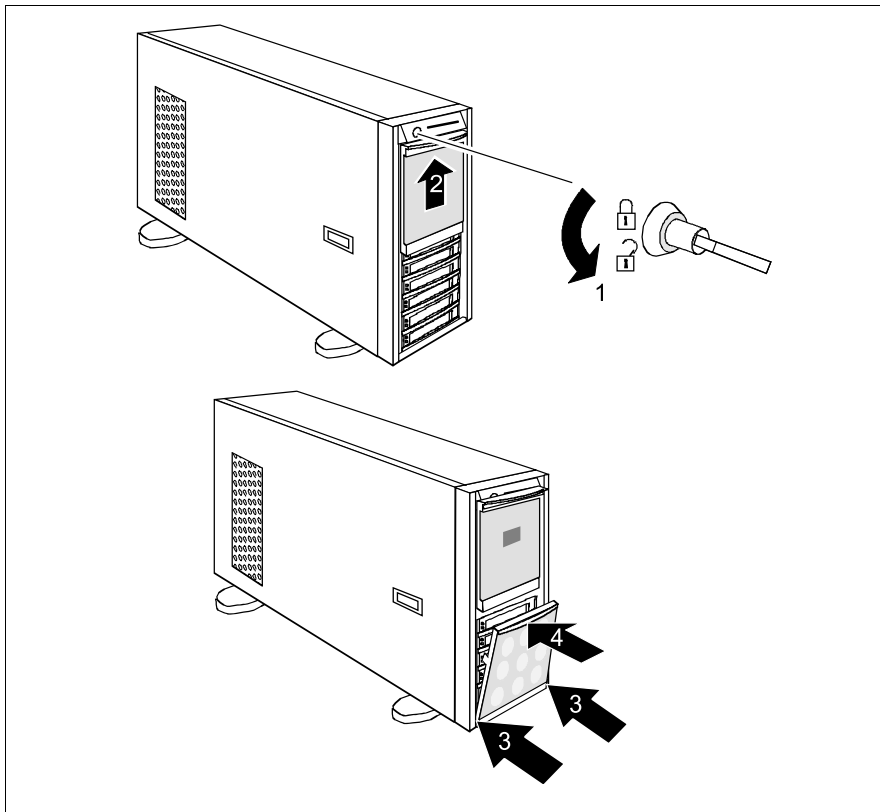

Bild 2: HDD-Abdeckung montieren
- ▶ Schließen Sie den Server auf (1) und entfernen Sie den Schlüssel (Bild 2 auf Seite 35).
- ▶ Schieben Sie die Laufwerksabdeckung (2) so weit wie möglich nach oben bis sie einrastet (etwa 0,5 cm über der geschlossenen Position).
- ▶ Hängen Sie die HDD-Abdeckung mit den Führungsstiften rechts und links in die vorgesehenen Aussparungen (3) ein.
- ▶ Drücken Sie die HDD-Abdeckung am oberen Ende (4) in Pfeilrichtung bis sie einrastet.